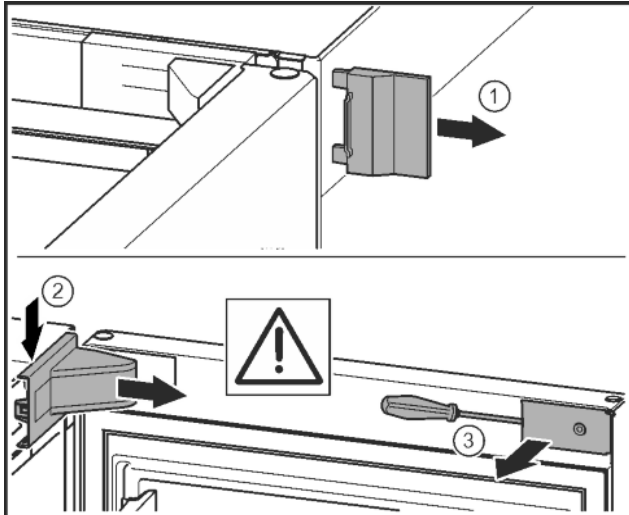

Fig. 8
- Äußere Abdeckung abnehmen. Fig. 8 (1)
- Lagerbockabdeckung austrasten und lösen. Lagerbockabdeckung abnehmen. Fig. 8 (2)
- Blende mit Schlitzschraubendreher austrasten und zur Seite schwenken. Fig. 8 (3)